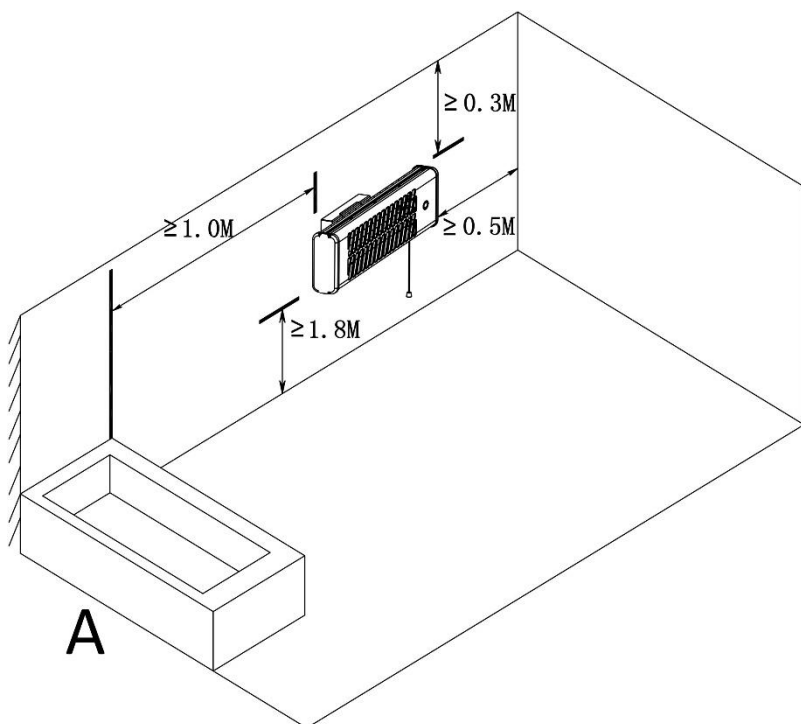
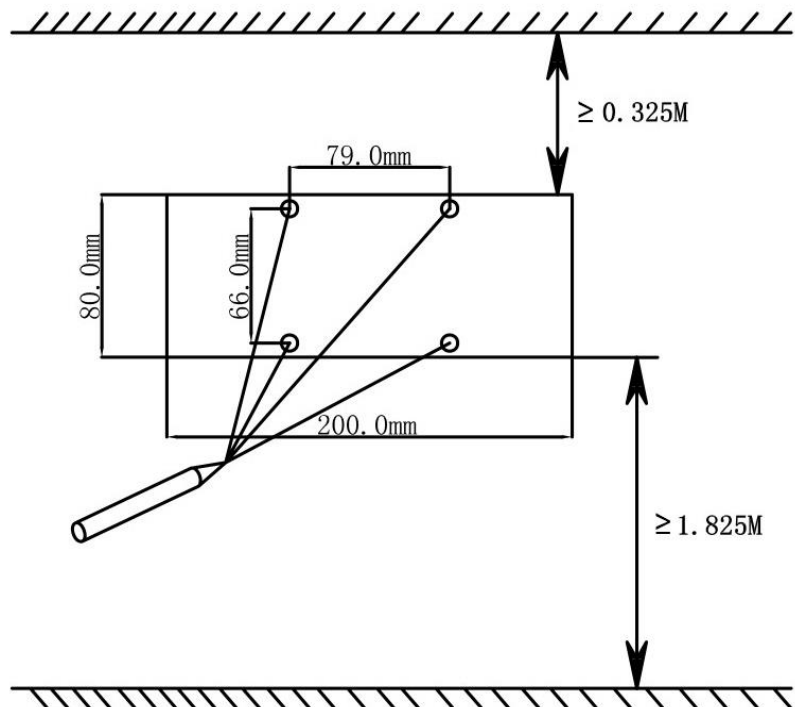

Fig.3
Fig.4
2. Installeer de kwartskachel alleen in een horizontale positie. Installeer het niet aan het plafond of verticaal. Houd tijdens de installatie rekening met de minimale afstanden die in Fig. 3 zijn aangegeven. Installeer het verwarmingstoestel op minstens 1800mm boven de vloer, 300mm onder het plafond en 500mm van zijdelingse mu(ur)en).
3. Zoek naar de meest gepaste positie zodat het trekkoord en de schakelaar op elk moment eenvoudig te bereiken zijn en houd rekening met de minimale afstanden die in Fig. 3 zijn aangegeven. Markeer de montagegaten op de muur waar u de kachel wilt installeren. Neem de waarden op Fig. 4 als referentie. Markeer een kruis in het midden van het gat om nauwkeuriger te boren. (Zie Fig. 4)